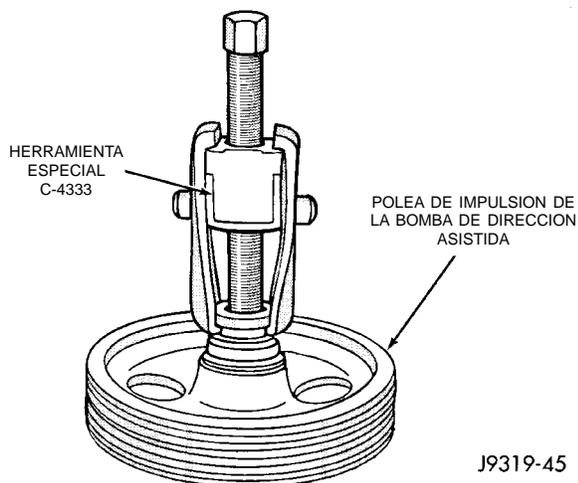

Fig. 5 Desmontaje de la polea
- (1) Retire el conjunto de la bomba.
- (2) Retire la polea de la bomba con el Extractor C-4333 (Fig. 5).